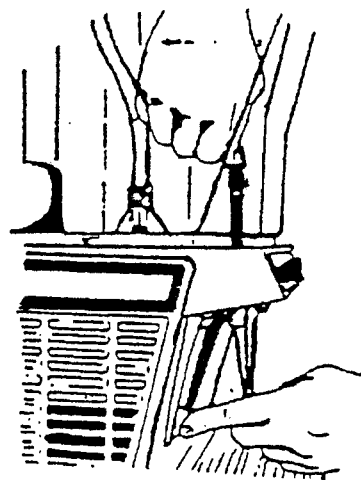

Fig. 3
8. Install pinch tube (*see Fig. 3 above*).